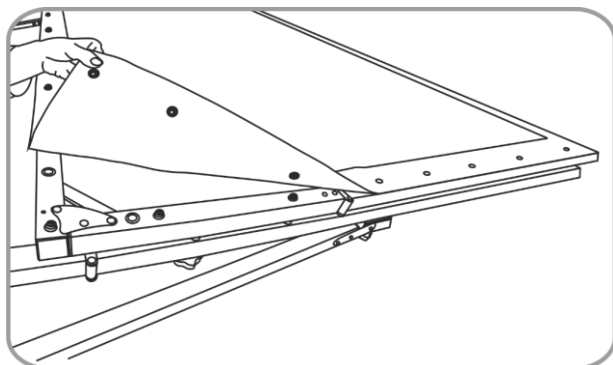
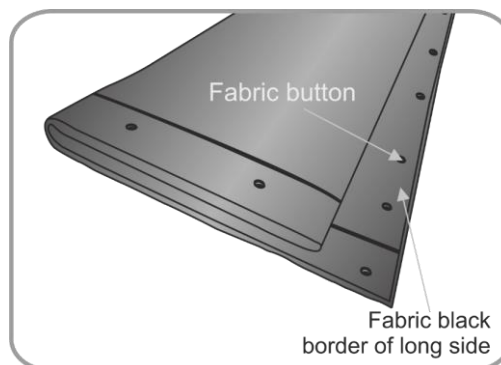
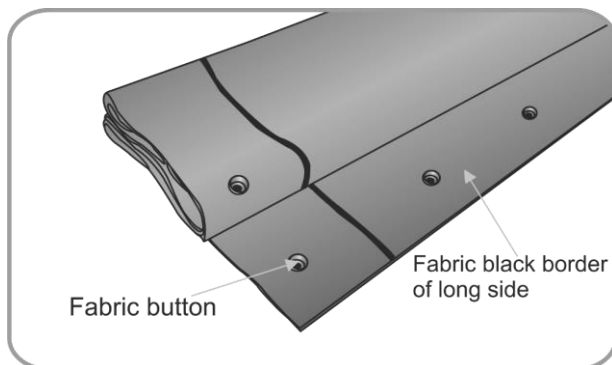
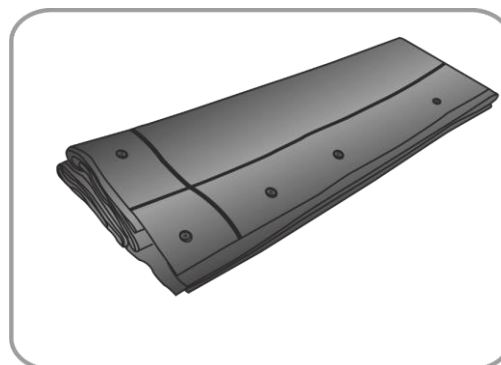

Fig. 15
Fig. 16
Fig. 17
Fig. 18
02) Togliere il tessuto dal telaio, rilasciando i bottoni (Fig. 15). Pulire il tessuto, ove necessario. Piegare a metà il tessuto sui lati corti (Fig. 16), e piegarlo nuovamente a metà (Fig. 17). Il tessuto da 100" dovrebbe essere piegato a metà 3 volte, mentre i tessuti da 120" e 150" dovrebbero essere piegati a metà 4 volte. Piegarlo a metà ancora una volta (Fig. 18). Lasciare il bordo nero scoperto, per evitare che si graffi. Non eseguire questo passaggio da soli. Sono necessari 2 tecnici.